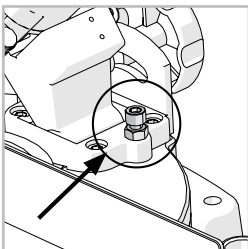

Fig. 9
- Allentare il dado di arresto della vite di regolazione dell'angolo di inclinazione. **(Fig. 9)**